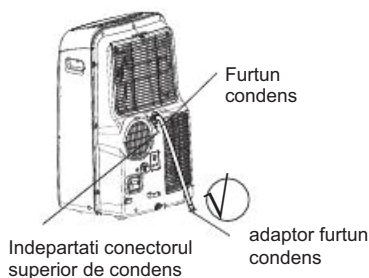

Fig.20a
- În timpul deumidificării, scoateți dopul de scurgere superior din partea din spate a unității, montați conectorul de scurgere la un furtun 3/4" (achiziționat la nivel local). Pentru modelele fără conector de scurgere, atașați doar furtunul de evacuare la gaura. Se pune capătul deschis al adaptorului furtunului direct deasupra zonei de scurgere din podea. Vă rugăm să consultați Fig.20a
NOTĂ : Asigurați-vă că furtunul este sigur astfel încât nu există nici o scurgere asigurându-vă că nu este îndoit sau obturat. Amplasați capătul furtunului în scurgere și asigurați-vă este în jos pentru a lăsa apa să curgă. (a se vedea Fig.20a , 20b , 21a) .Nu poziționați furtunul în sus. (a se vedea Fig.21b)